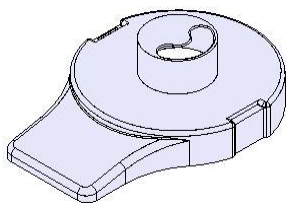

图7-33
2. 使用【抽取几何体】功能抽取面，结果如图 7-33 所示。